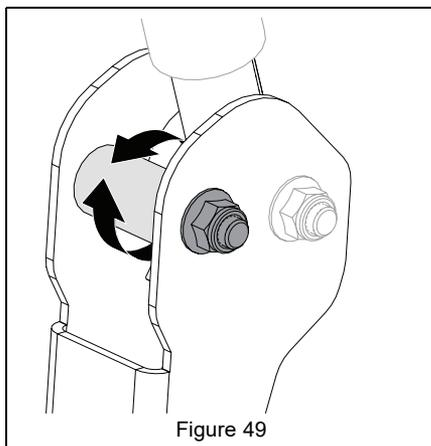

Figure 49
6. Tourner l'entretoise excentrique de façon à ce que les manettes soient à la même hauteur, en laissant un écartement de 1.3 cm – 2.5 cm (1/2" – 1") entre les extrémités des manettes. Voir Figure 49.